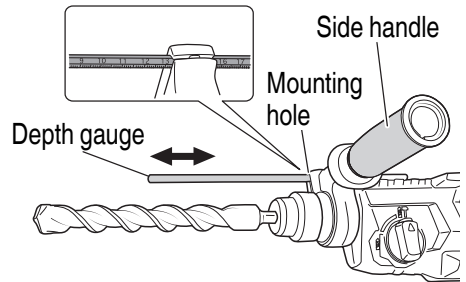

Fig. 11
6. Using depth gauge (**Fig. 11**)